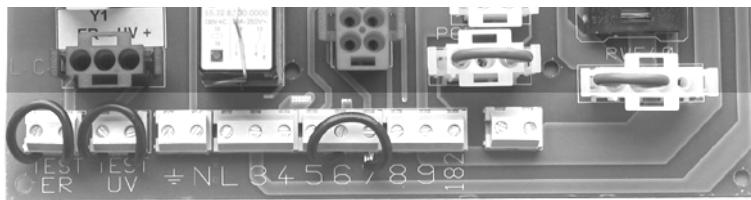
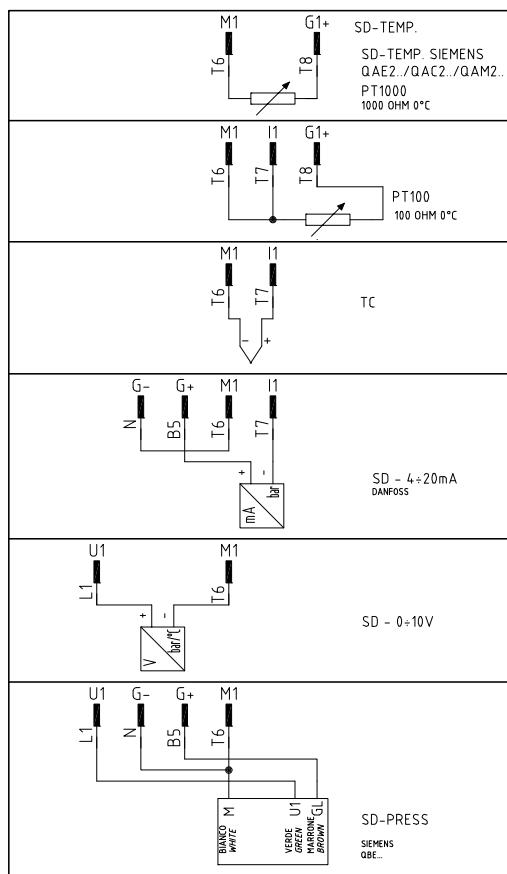

Рис. 26: Клеммник MA подключения на печатной плате
Рис. 28: Соединение датчиков
По подключениям см. клеммник на Рис. 26.
1). Подсоединить провода, относящиеся к разрешительному сигналу от котла к горелке, на следующие компоненты (Рис. 26, Рис. 28)
2). Подсоединить провода, относящиеся к разрешительному сигналу от котла к горелке, на следующие компоненты (Рис. 26, Рис. 28)